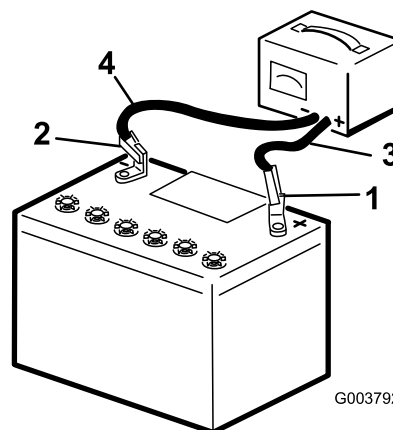

Figura 38
2. Cargue la batería a un ritmo de 3 a 4 amperios durante 8 horas (Figura 38). No sobrecargue la batería.
3. Cuando la batería esté completamente cargada, desconecte el cargador de la toma de electricidad, luego desconecte los cables del cargador de los bornes de la batería (Figura 38).